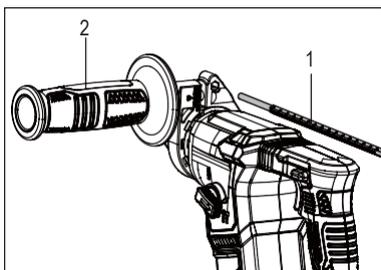

Рис.3
Использование ограничителя (1) позволяет высверливать отверстия заданной глубины. Ослабьте боковую рукоятку (2) и вставьте ограничитель (1) в отверстие. Отрегулируйте до требуемой глубины, затем затяните боковую рукоятку (2). Убедитесь, что ограничитель (1) не касается корпуса инструмента (рис. 3).